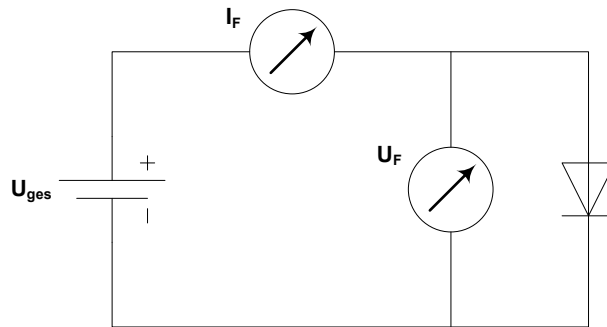

Abbildung 1.17: Schaltungsaufbau zur Ermittlung der Kennlinie einer Diode.
2. Bauen Sie die Schaltung gemäß Abbildung 1.17 auf, mit der sie die Kennlinie einer Diode in Durchlassrichtung ermitteln können. Lesen Sie für die Messung wiederholt U_F und I_F (F wie *Forward Current*) ab, wobei die Eingangsspannung U_{ges} schrittweise zwischen den Messungen erhöht werden soll. Verwenden Sie zur Messung von I_F das Multimeter. Die Spannung U_{ges} kann direkt an der Spannungsquelle abgelesen werden.